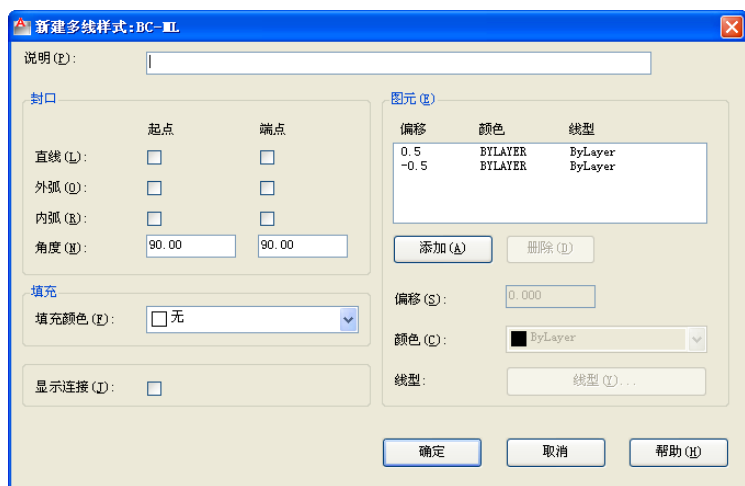

图 2-40 “新建多线样式: BC-ML”对话框
(3) 在“创建新的多线样式”对话框中单击“继续”按钮。
(4) 系统弹出如图 2-40 所示的“新建多线样式: BC-ML”对话框。在该对话框中分别设置起点封口和端点封口，指定填充颜色、多线图元的参数等，在“说明”文本框中可以输入新多线样式的说明。
(5) 设置好多线选项及参数后，单击“新建多线样式”对话框中的“确定”按钮。
(6) 在“多线样式”对话框中，单击“保存”按钮将多线样式保存到文件，其默认文件为“acad.mln”。可以将多个多线样式保存到同一个文件中。
(7) 保存好多线样式后，单击“多线样式”对话框中的“确定”按钮。